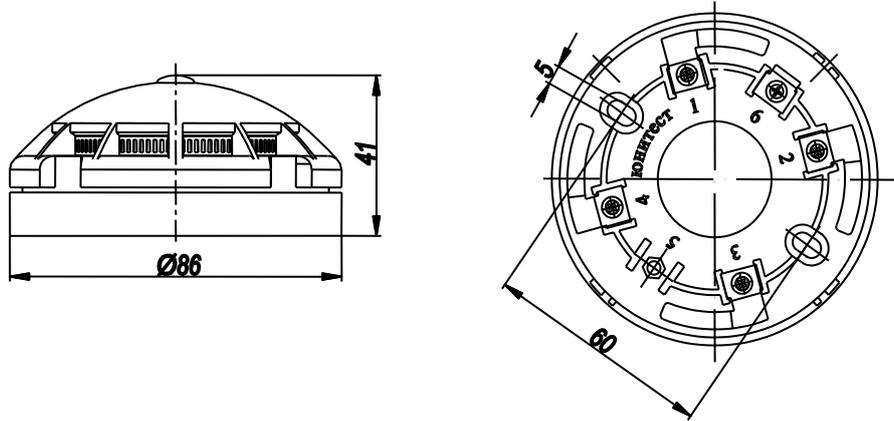
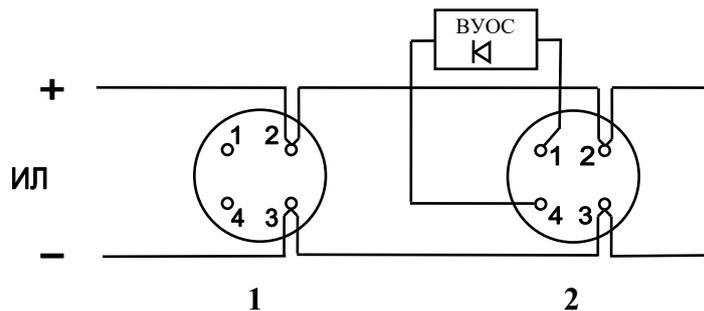

Рис.1. Габаритные и установочные размеры извещателя.
Рис.2. Схема включения извещателя ELEKOR-DIP-A (поз.1) и ELEKOR-DIP-A исп.В (поз.2) в адресную линию АПКП.
2.1.2. Установить базы извещателей согласно проекту. Габаритные и установочные размеры извещателя показаны на рис.1, схемы подключения – на рис.2 и 3.